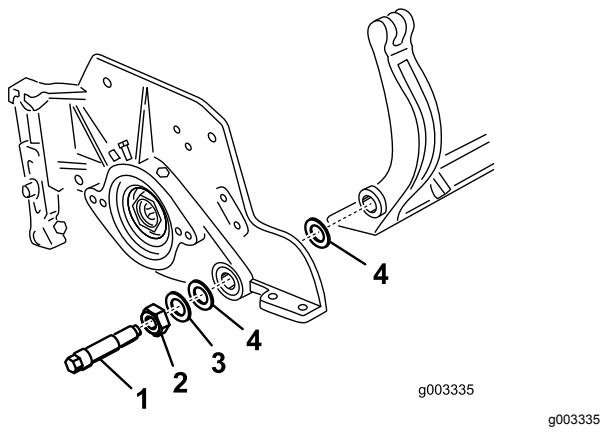

Figura 31
4. Remova cada uma das cavilhas da barra de apoio, de modo permitir puxá-la e retirá-la da máquina (Figura 30). Guarde as duas anilhas de nylon e anilha de aço prensado de cada uma das extremidades da barra de apoio (Figura 31).